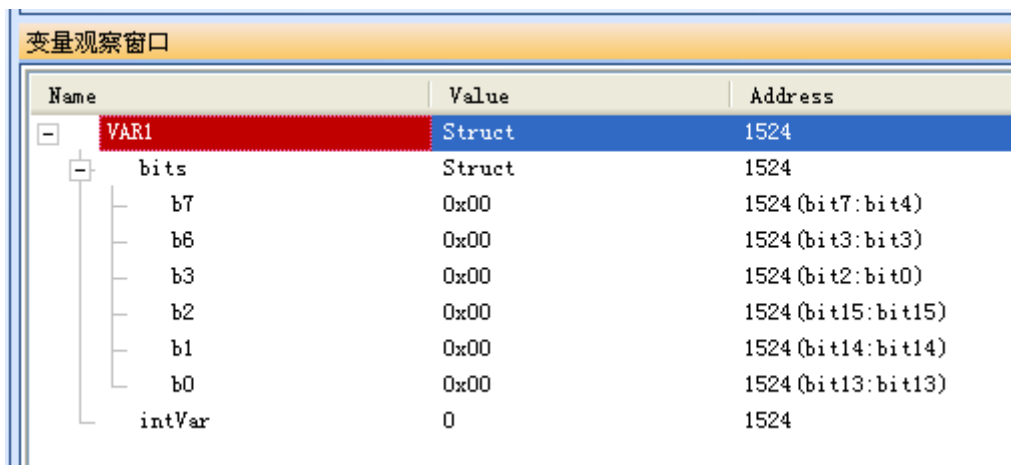

图 5.21 变量观察窗口
1. 新建或者打开已有的项目，编辑源程序，打开通用寄存器窗口和特殊寄存器窗口，打开观察变量（如图 5.21）。点击「视图」、再点击「调试窗口」、然后点击「观察变量」。